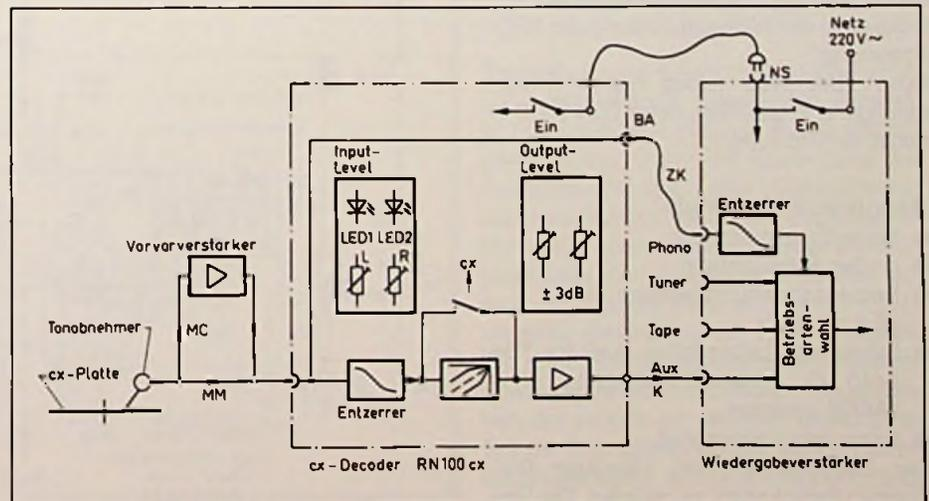

Bild 5: Blockschaubild und Anschlußschema des CX-Decoders in einer HiFi-Anlage
separaten Baustein RN 100 CX (Bild 4) an. Dieser netzbetriebene Zusatz kann ohne schaltungstechnische Schwierigkeiten in eine vorhandene HiFi-Anlage zwischen Plattenspieler und Wiedergabeverstärker eingefügt und auf 2 verschiedene Arten betrieben werden (Bild 5). Benutzt man das am RN 100 CX einseitig verdrahtete Kabel K, ist dieses in die AUX-Buchse am Wiedergabeverstärker zu stecken und dementsprechend der Betriebsarten-Wahlschalter S bei der Schallplattenwiedergabe auf AUX zu schalten. Die CX-Funktion kann dann wahlweise am Decoder über Taste „CX“ in Betrieb genommen werden. Wer diese Funktion am Wiedergabeverstärker anwählen und den Decoder vielleicht nicht sichtbar irgendwo hinter den Bausteinen oder im HiFi-Turm verstecken möchte, muß ein Zusatzkabel ZK verwenden (eines der typischen Verbindungskabel mit beidseitig montierten 5-Pol.-DIN-Steckern). Dieses wird dann in die Buchse BA am RN 100 CX und in die Phonobuchse (MM) am Vorverstärker gesteckt. Nun kann wahlweise mit dem Betriebsarten-Wahlschalter S (zwischen